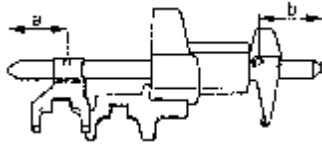

图 9-56 拨叉的安装位置
(1) 换挡杆拨杆的安装位置及 5 挡、倒挡换挡拨叉的安装位置见图 9-56，图中尺寸 $a=55\text{mm}$ ，尺寸 $b=60\text{mm}$ 。